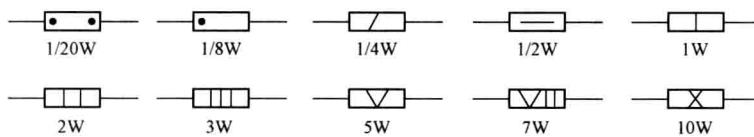

图 1-1-9 电阻器额定功率表示
(3) 额定功率。电阻器在交、直流电路中长期连续工作所允许消耗的最大功率，称为电阻器的额定功率。如表1-1-6所示，共分为19个等级。常用的有 $1/20$ 、 $1/8$ 、 $1/4$ 、 $1/2$ 、 1 、 2 、 5 、 10 、 $20W$ 等。各种功率的电阻器如图1-1-9所示。